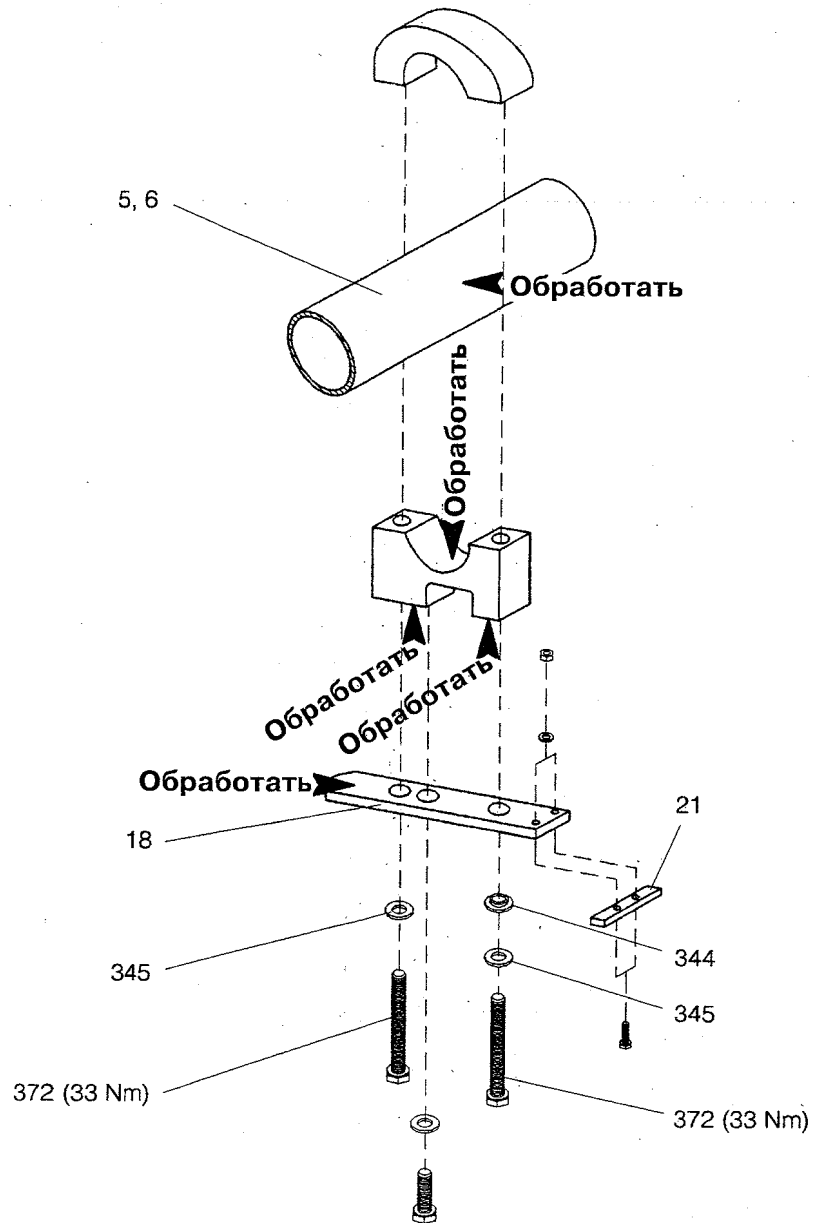
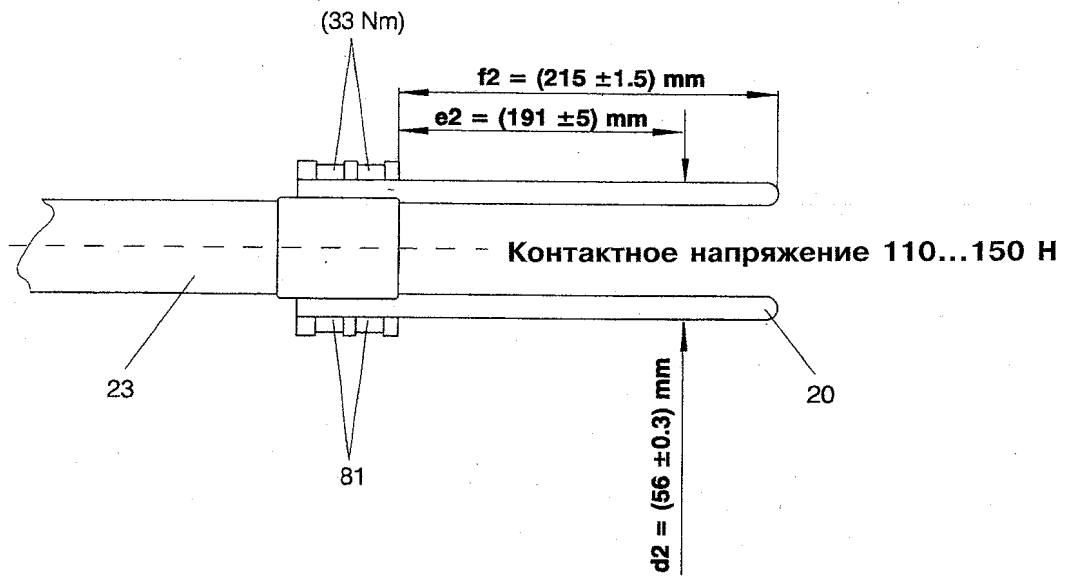

Рисунок 67: Уход за заземлителем. Замена заземляющего контакта (18) для номинальных напряжений 123...170 кВ и номинального пикового выдерживаемого тока ≤ 100 кА
Рисунок 69: Уход за заземлителем. Размеры контактного пальца для номинальных напряжений 123...170 кВ
3. Очистите заземляющие контакты (18) — Рис. 67; 68 и контактные пальцы (20) — Рис. 69, 70; проверьте повреждение слоя серебра и, если больше 0,5 мм, замените
4. Смажьте заземляющие контакты (18) и контактные пальцы (20)